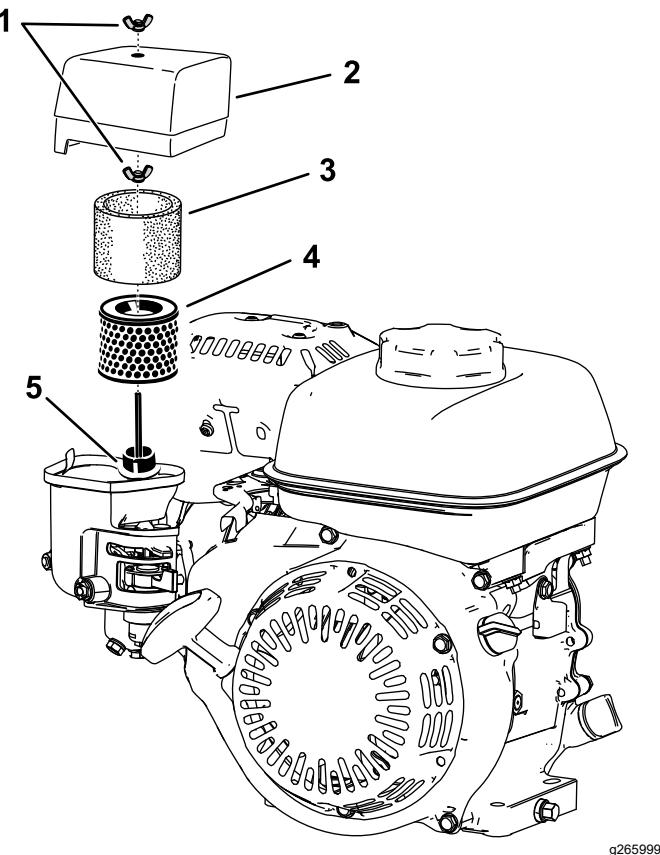

Bild 12
2. Entfernen Sie die Flügelmutter, mit dem die Luftfilterabdeckung befestigt ist (Bild 12).